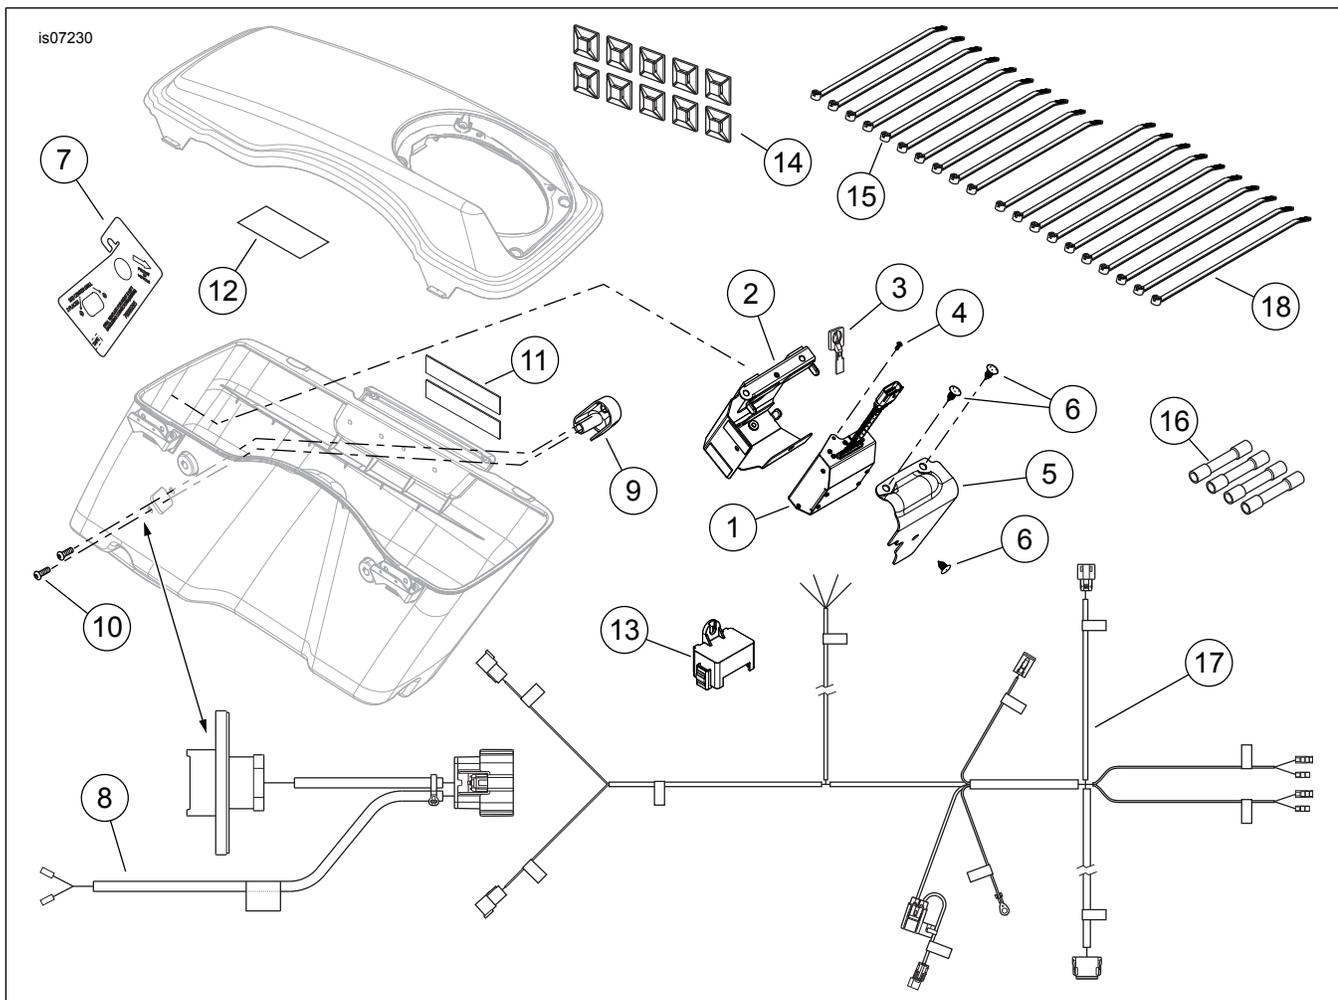

Abbildung 7. Ersatzteile, Boom! Audio Satteltaschen-Lautsprechersatz
4. **Falls Satteltaschenlautsprecher eingebaut werden:** Den 6-poligen Steckverbinder (3) mit der Bezeichnung „RH S-BAG LOC 289“ (Rechte Sattelt., Lage 289) an die von der rechten Satteltasche kommende Steckerbuchse anschließen. Diesen Zweig des Kabelbaums an der oberen Rückseite der Satteltaschenhalterung befestigen. Die Anweisungen im Satteltaschen-Lautsprechersatz befolgen, um die Schaumstoffpolster für die Satteltaschenklinke anzubringen (siehe Abbildung 7, Punkt 11). **Falls die Satteltaschenlautsprecher NICHT eingebaut werden**, den Steckverbinder mit Isolierband abdichten. Den Kabelbaumzweig mit der Bezeichnung „RH S-BAG LOC 289“ (Rechte Sattelt., Lage 289) im Bereich unter dem Sitz aufwickeln. Weiter mit **KABELVERLEGUNG: ALLE**.
1. Siehe Abbildung 7. Den Kabelbaum für den sekundären Verstärker (17) aus dem Satz bereit legen.
2. Siehe Abbildung 7. Den Kabelbaum für den sekundären Verstärker (17) aus dem Satz bereit legen.
- Der Hecklautsprecher-Kabelbaum (Teile-Nr. 69200022) aus dem Satteltaschen-Lautsprechersatz ist nicht erforderlich. Falls er bereits eingebaut wurde, ist er aus dem Fahrzeug zu entfernen. Die Farben der vier nicht abgeschlossenen Kabel (10) des Kabelbaums vom sekundären Verstärker notieren. Die Kabelfarben und Kabelpositionen in Hohlräumen 5 und 6 der 6-poligen Pingehäuse [41A] und [42A] des Radiokabelbaums (Teile-Nr. 69200106) notieren.
- Die einzelnen Kabel des Kabelbaums vom sekundären Verstärker mit den vier versiegelten Stoßverbindern (siehe Abbildung 7, Punkt 16) aus dem Satz an den farblich gleichen Kabeln von den Pingehäusen verspleißen.
- Die Farben der vier nicht abgeschlossenen Kabel (10) des Kabelbaums vom sekundären Verstärker notieren. Die Kabelfarben der „Lautsprecherausgabe“-Kabelschuhkontakte [36D] und [37D] am 1,3 m (52 in) langen und 0,43 m (17 in) langen Zweig des hinteren Verstärkerkabelbaums am Fahrzeug notieren.
- Die einzelnen Kabel des Kabelbaums vom sekundären Verstärker mit den vier versiegelten Stoßverbindern (siehe Abbildung 7, Punkt 16) aus dem Satz an den farblich gleichen Kabeln des Kabelbaums vom hinteren Verstärker des Fahrzeugs verspleißen.
Die Witterungsschutzkappe (siehe Abbildung 7, Punkt 13) dient zum Abdichten des Satteltaschen-Steckverbinders, falls dieser zur Reinigung oder Wartung abgetrennt wird.
5. Siehe Abbildung 7. Die Bohrschablone (7) aus dem Satz nehmen. **Die rechte Satteltasche NICHT** mit der Schablone modifizieren, es sei denn, es wird der iPod-Modul-Umbausatz eingebaut.